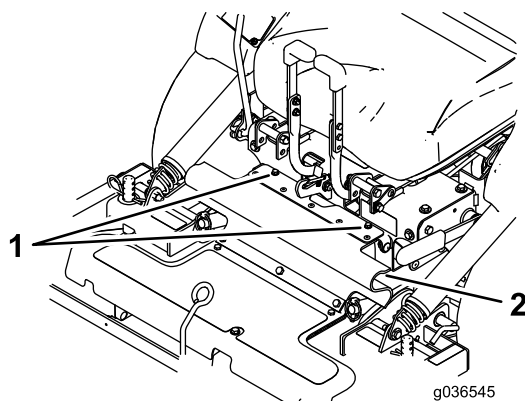

Figure 23
3. Desserrez les boulons fixés au déflecteur en caoutchouc (Figure 23).